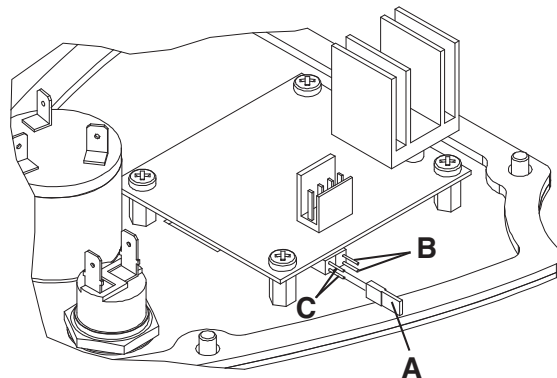

Figure 1
- Débrancher le connecteur (46) des batteries.
- Déposer les vis (83) et le tableau de bord droit (84) avec soin.
- Positionner la barrette (A, Fig. 1) sur les connecteurs "GEL" (B) pour batteries au gel.
- Installer avec soin le tableau de bord (84) et le fixer à l'aide des vis.
- Brancher le connecteur (46) des batteries.